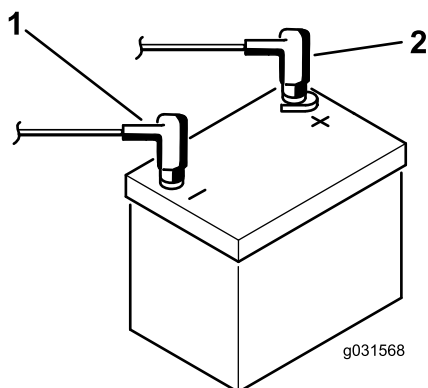

Figure 4
8. Raccordez le câble positif (rouge) de la batterie à la borne positive (+) et le câble négatif (noir) à la borne négative (-) et fixez-les en place avec les vis et les écrous (Figure 4).